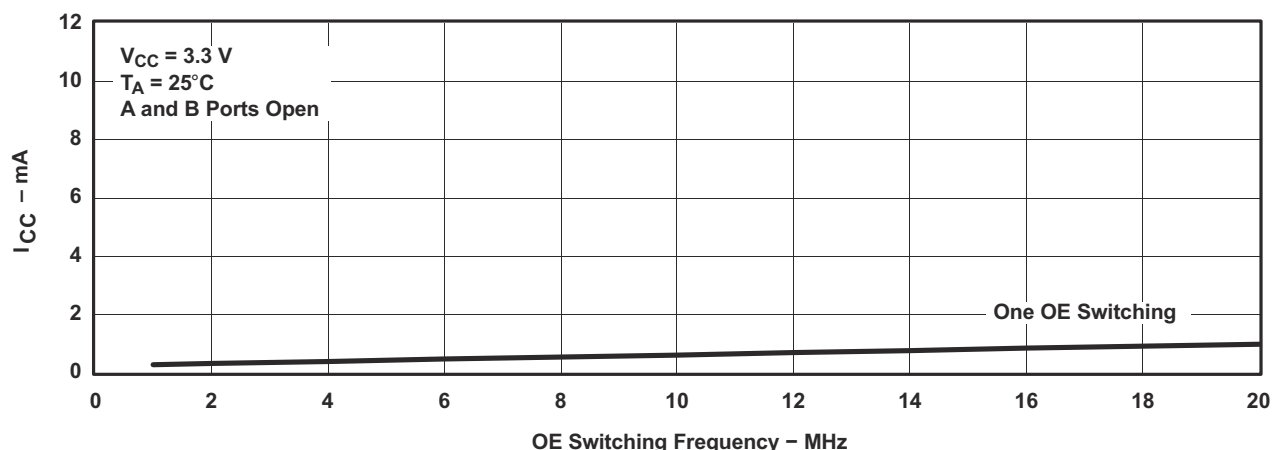

图 8-2. 典型 I_{CC} 与 OE 开关频率间的关系
- (1) V_{IN} 和 I_{IN} 以控制输入为基准。 V_I 、 V_O 、 I_I 和 I_O 以数据引脚为基准。
(2) 所有典型值均在 $V_{CC} = 3.3V$ (除非另外注明)、 $T_A = 25^\circ C$ 时测得。
(3) 对于 I/O 端口, 参数 I_{OZ} 包括输入漏电流。
(4) 这是每个输入在指定 TTL 电压电平而不是 V_{CC} 或 GND 时电源电流的增加情况。
(5) 此参数指定与单个控制输入的工作频率相关的动态电源电流 (请参阅图 8-2)。
(6) 在通过开关的指示电流下, 由 A 和 B 端子之间的压降测量。通态电阻由两个 (A 或 B) 端子的较低电压决定。